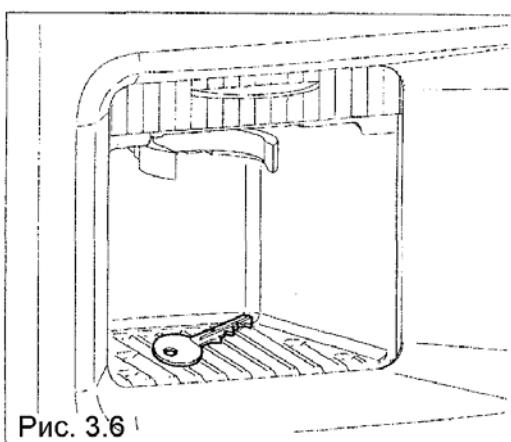

Рис. 3.6
- Вывните ключ из камеры выдачи напитков (рис. 3.6)